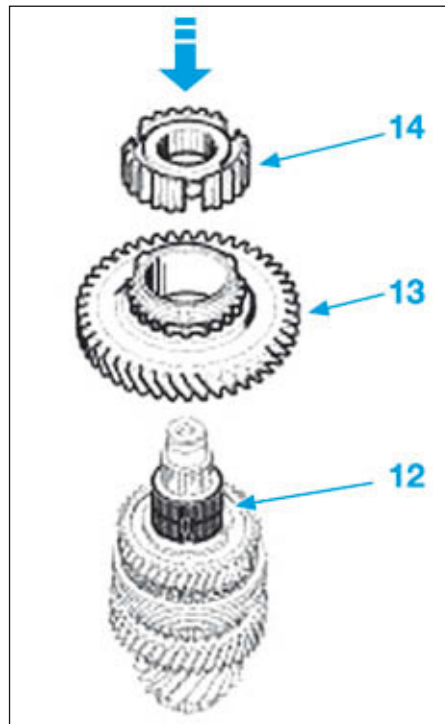

FIG.42
- Mettre en place la cage à aiguilles (12) (Fig.42).
- Poser le pignon fou de marche arrière (13) muni de sa synchronisation et le moyeu baladeur de marche arrière (14) à l'aide d'un mandrin de diamètre approprié indice "N".